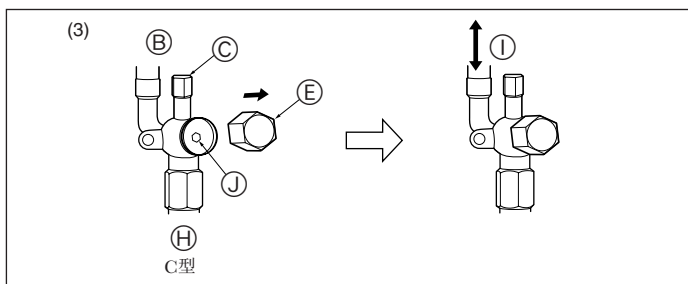

Fig. 5-8
(3) C型 (Fig. 5-8)
- ① 阀门
- ② 机组侧
- ③ 检修口
- ④ 把手
- ⑤ 盖子
- ⑥ 完全开启
- ⑦ 完全关闭
- ⑧ (单侧安装) 致冷剂管侧